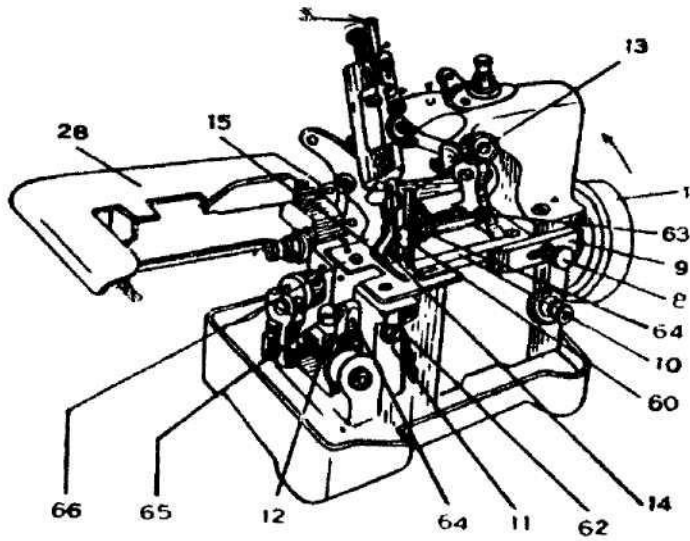

Рис.1
Чтобы продлить рабочую жизнь машины, сначала работайте на скорости не больше 2500 г.р.т. После использования машины в течение месяца скорость может быть увеличена до 3000 г.р.т. в соответствии с обрабатываемым материалом. Балансир машины должен быть повернут в противоположную сторону от машины (см. рис.1).
Чтобы отрегулировать ширину стежка, позиции ножа и петлителя должны быть отрегулированы в одно и то же время. Сначала ослабьте винт (8) защитного держателя ножа (рис.1) и передвигайте защитный держатель ножа (9) вместе с держателем ножа (10) вправо. Затем ослабьте винт (11) нижнего держателя ножа с помощью отвертки и поверните его установочный винт (12) рукой, чтобы нижний держатель ножа повернулся влево или вправо в зависимости от требуемой позиции. Затем затяните винт (11) нижнего держателя петлителя. Наконец, передвиньте защитный держатель ножа (9) влево, пока левый конец держателя ножа (10) слегка не дотронется до верхнего лезвия (13). Затем затяните винт (8) держателя ножа.
Поворачивайте балансир, пока игольный брус не достигнет своей высшей позиции. Сдвиньте игольную пластину (28) (см. рис.1) влево и поместите катушку на штифт. Затем заправьте нить как показано стрелками (рис.7-8) 29-30-32-34-36-37-38-40-42-43
(см. рис.1)